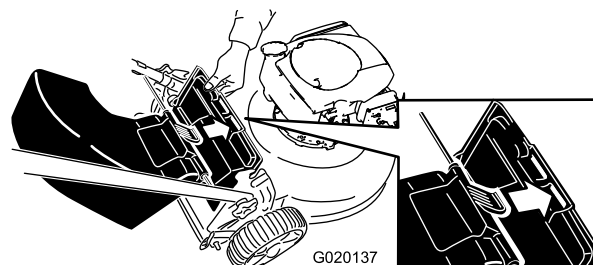

Figura 17
3. Inserite la linguetta del deflettore di scarico posteriore nella fessura destra del deflettore posteriore (Figura 17).